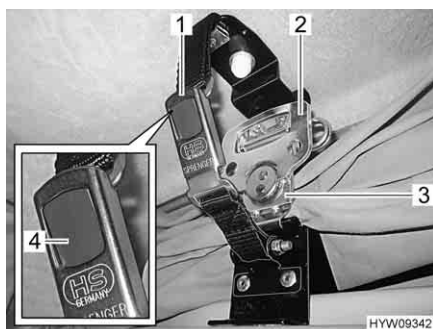

Fig. 54 Bloccaggio (tetto a soffietto)
- Tirare verso il basso sui due lati la serratura rapida (Fig. 54,3) e agganciarla nella piastrina di sostegno.
- Aprire la maniglia (Fig. 54,2) tramite la serratura rapida e ruotarla di mezzo giro in senso orario.
- Fissare entrambe le parti della serratura a scatto (Fig. 54,1). Il bottone a pressione grigio (Fig. 54,4) scatta in posizione.